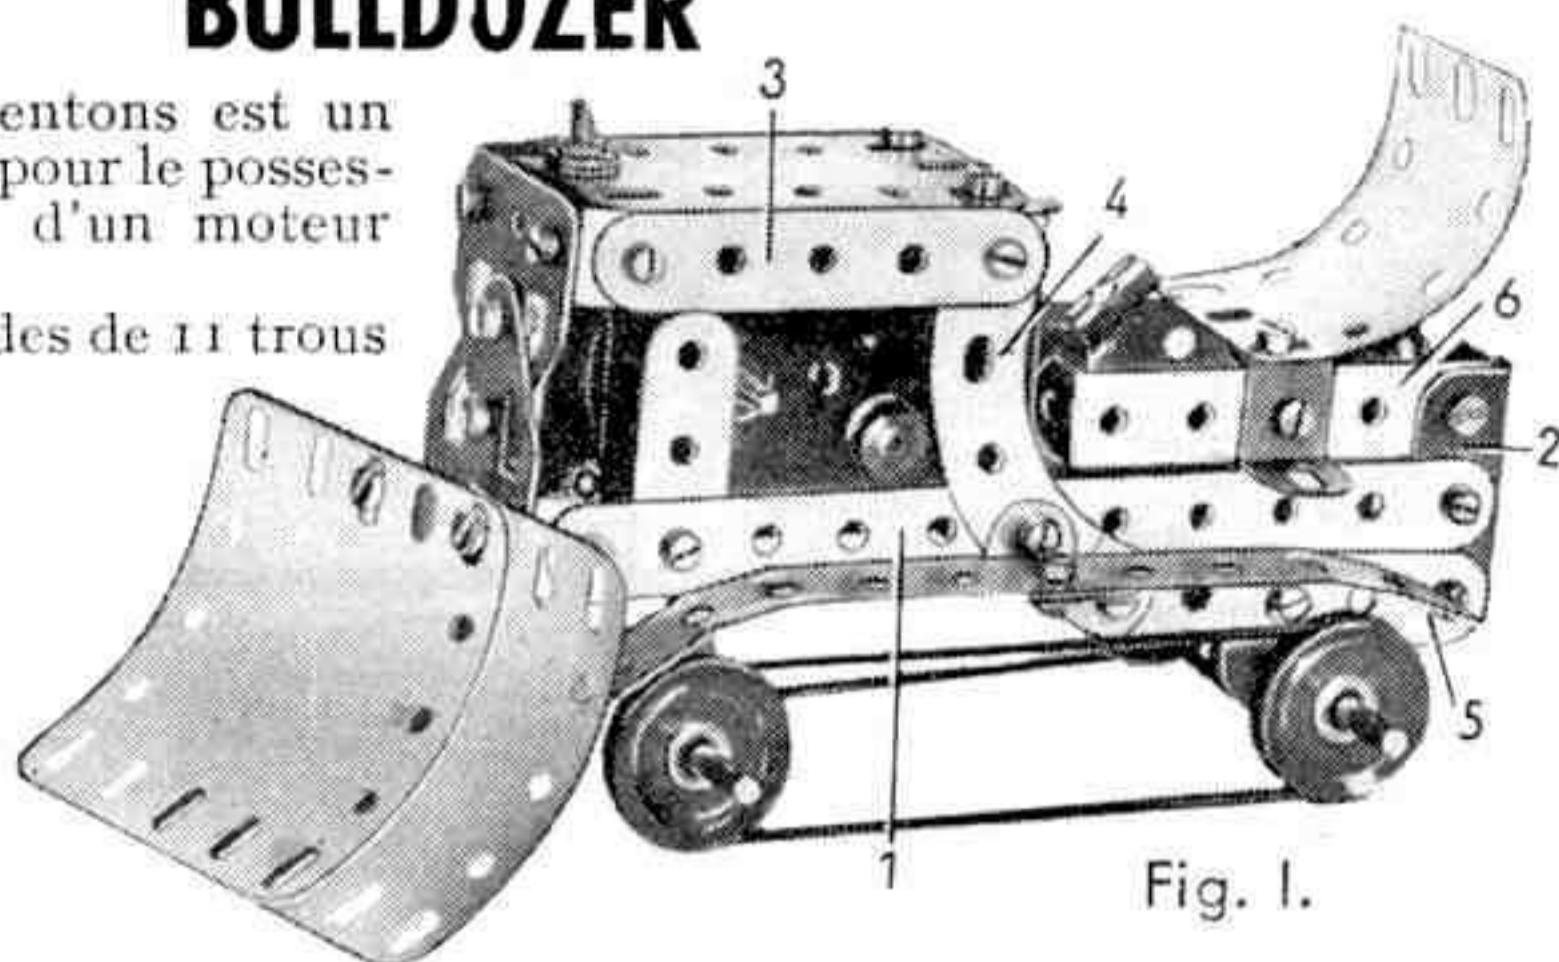

Fig. 1.
Le châssis est formé de deux bandes de 11 trous (1) réunies par des équerres au radiateur. Celui-ci est formé de deux embases triangulées plates assemblées comme le montre la figure 1. A l'arrière, les bandes (1) sont réunies par deux embases triangulées coudées (2) boulonnées par leurs pointes. Une bande de 5 trous (3) est fixée par une équerre de chaque côté de l'embase supérieure formant le radiateur. Les bandes (3) sont reliées